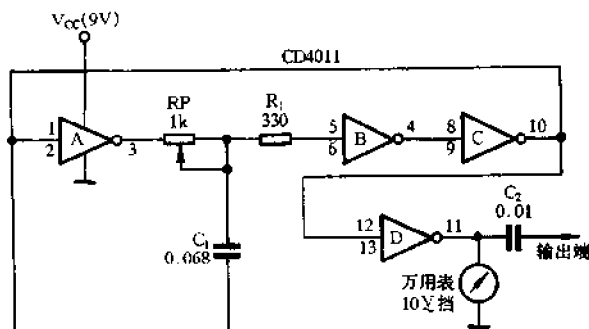

图 6-22 简易行输出变压器短路测试仪
测试电路如图 6-22 所示。这是一个由 CD4011 构成的振荡电路,通过调整 RP,在 CD4011 ①脚输出振幅较强的方波且频率接近于 15625Hz 行频。将测试端接在行输出变压器初级,用示波器合适挡位监测行输出变压器次级信号,若行输出变压器无短路现象,可以观察到一串由强渐弱的波形,在  $C_2$  的微分作用下,此信号已不再是方波。将万用表 AC10V 挡接在图中所示位置,其指示值为 8V 左右。为检验测试效果,可进行行输出变压器匝间短路模拟试验。用一段导线在行输出变压器磁芯上绕 1~2 匝,将此线圈短接后,示波器上所显示的波形变为一条